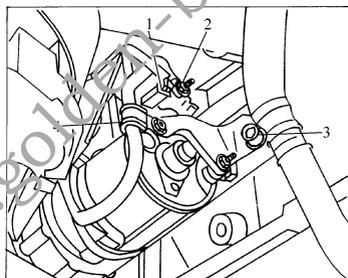

图 2-24 拆下起动机上导线
64) 如图 2-24 所示，拆下起动机上导线 1 和 2，取下起动机正极接头上的绝缘块，拧下导线卡箍 4 的螺栓。
65) 从缸体上拧下支架螺栓 3 (图 2-24)。